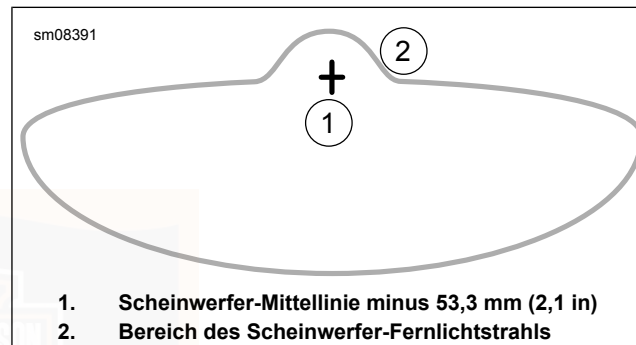

Abbildung 97. Scheinwerfer-Lichtmuster: Modelle mit rahmenmontierter Verkleidung
- LED, rahnenmontierte Verkleidung:** Siehe Abbildung 97 . Mit dem Scheinwerfer auf **Fernlicht** geschaltet ist der Brennpunkt des Leuchtmittels auf der Markierung zentriert.
- b. Siehe Abbildung 97 . Den Scheinwerferstrahl einstellen.